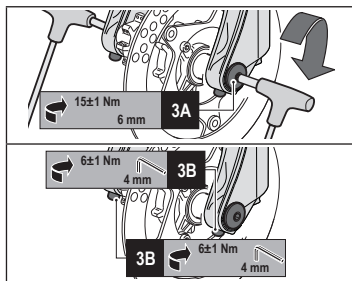

Abbildung 3 - ø20mm Steckachse: Laufradbefestigung
- Die Mitte des Rads mit den beiden Radachsen ausrichten (siehe **3A in Abbildung 3**).
- Die Radachse durch die rechte Radaufnahme, das Rad und die linke Radaufnahme schieben (siehe **3A in Abbildung 3**).
- Die Radachse mit dem vorgesehenen Moment (**15±1Nm**) anziehen, dazu mit zwei 6mm-Inbusschlüssel an der Bolzenkappe drehen (siehe **3A in Abbildung 3**).
- Die Schrauben an den beiden Schnellspannern mit einem 4mm-Inbusschlüssel mit dem vorgesehenen Moment (**6±1Nm**) anziehen (siehe **3B in Abbildung 3**).